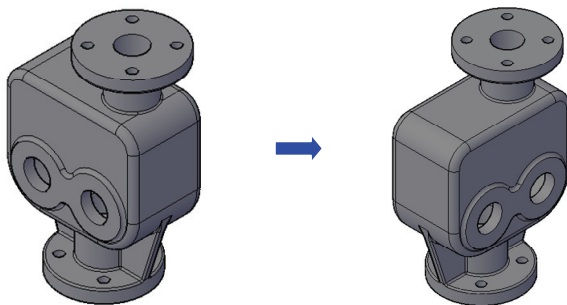

图 14-39 最终图
24) 至此, 该图形已经绘制完成, 如图14-39所示。再按<Ctrl+S>组合键保存该文件。